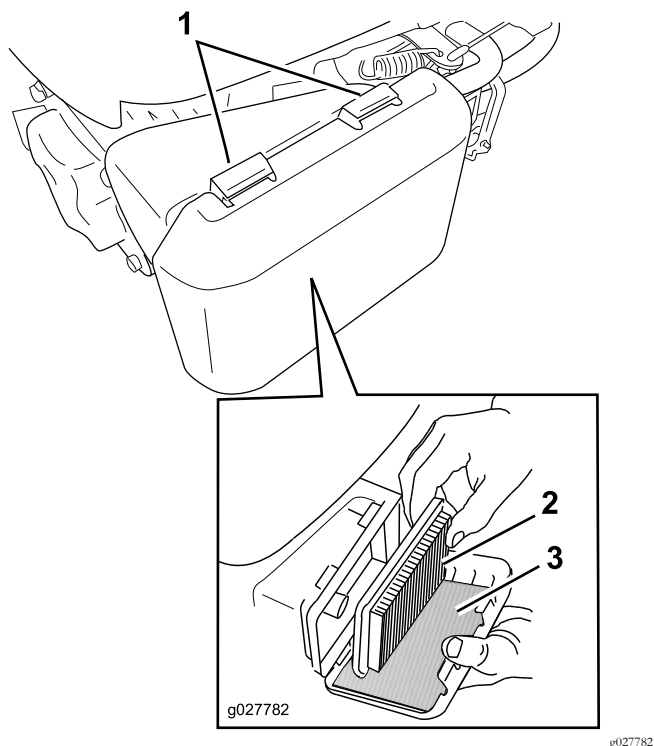

Figure 33
1. Appuyez sur les languettes de verrouillage en haut du couvercle du filtre à air (Figure 33).
3. Retirez l'élément en papier et le préfiltre en mousse (Figure 33).